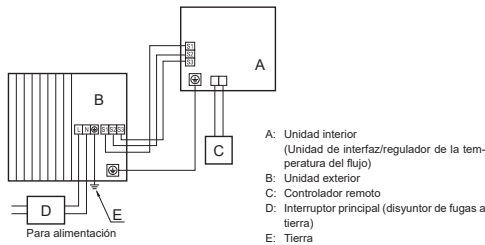
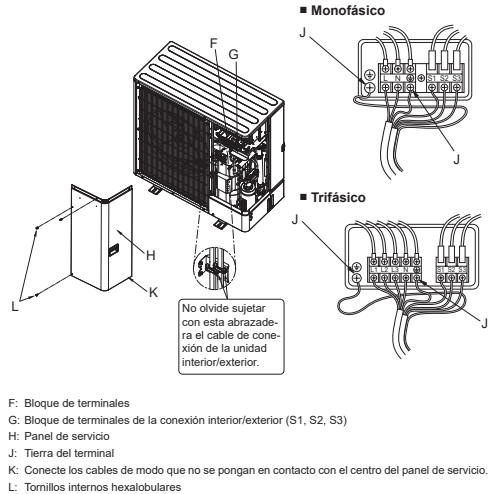

Fig. 7-1
Fig. 7-2
7.1. Unidad exterior (Fig. 7-1, Fig. 7-2)
- (1) Extraiga el panel de servicio.
- (2) Tienda los cables de acuerdo con la Fig. 7-1 y la Fig. 7-2.